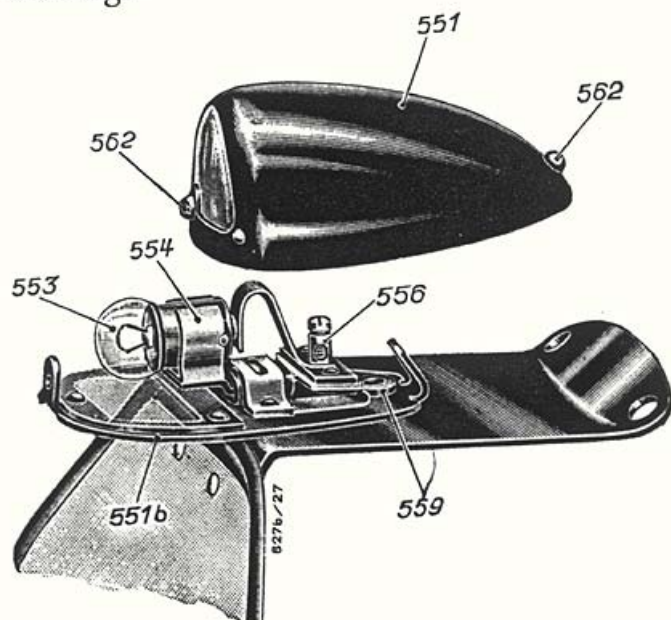

Bild 16 Nummerlaterne JN 7 K 1, geöffnet
b) Nummerlaterne JN 7 K 1 (Bild 16). Diese Laterne hat ein muschelförmiges Gehäuse. Sie ist mit der Kennzeichentafel fest verbunden und kann daher nicht als Handlaterne benutzt werden.
Das Befestigen des Kabels und das Auswechseln der Glühlampe geschieht in gleicher Weise wie bei der Nummerlaterne JN 7 K 1 (Bild 16).